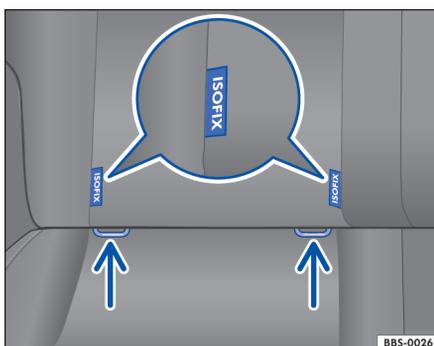

图 56 汽车座椅上的儿童座椅下部固定点标记
- 将儿童座椅置于汽车座椅垫上, 然后将紧固带钩子挂到固定环上 → 图 56。